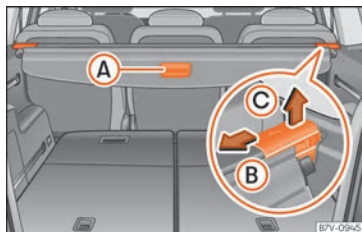

Abb. 168 Im Gepäckraum: Gepäckraumabdeckung.
- Gepäckraumabdeckung am Haltegriff »» **Abb. 168 A** etwas nach hinten ziehen.
- Gepäckraumabdeckung in Pfeilrichtung entriegeln »» **Abb. 168 B**.
- Gepäckraumabdeckung in Pfeilrichtung drücken »» **Abb. 168 B**.
- Gepäckraumabdeckung in Pfeilrichtung entriegeln »» **Abb. 168 B** und in Pfeilrichtung **C** anheben.